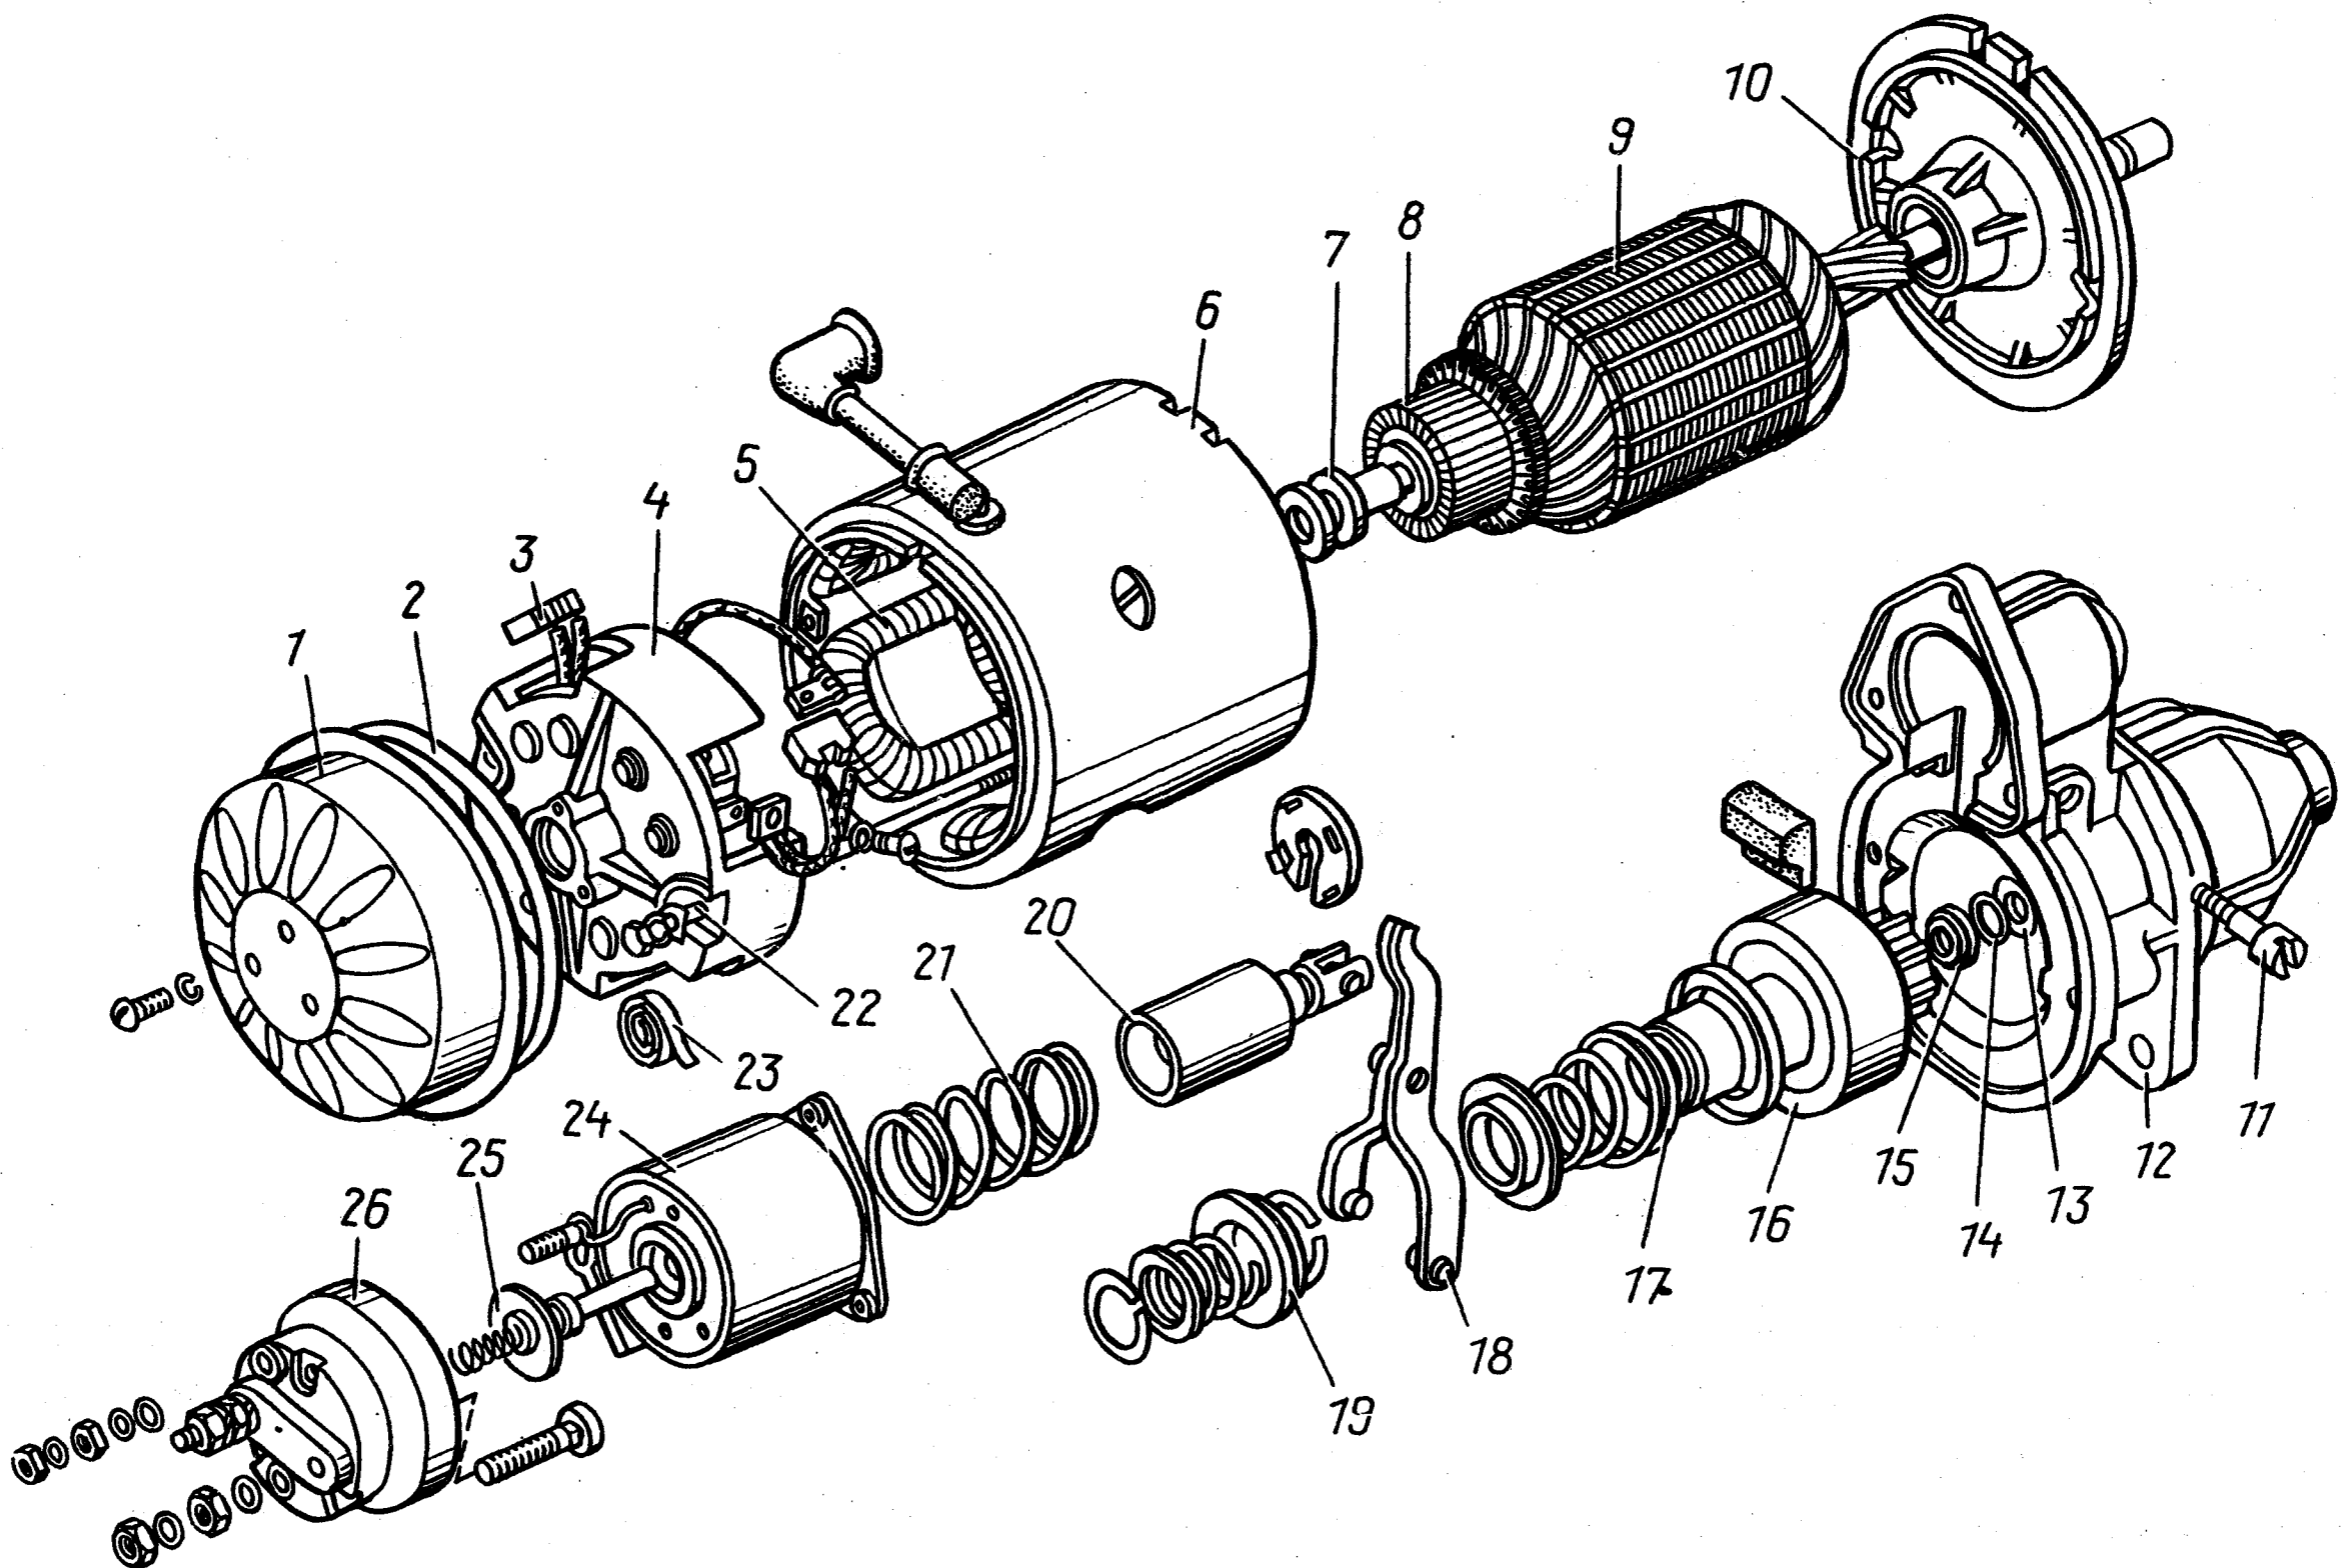

Рис. 212. Стартер:
Стартер представляет собой четырехполюсный, четырехщеточный электродвигатель постоянного тока. Вал стартера вращается по часовой стрелке (если смотреть со стороны привода стартера). Устройство стартера и электромагнитного реле показано на рис. 212.
- снять защитный кожух I (см. рис. 212);
- упорная шайба 13 (см. рис. 212) надевается на вал якоря со стороны привода;